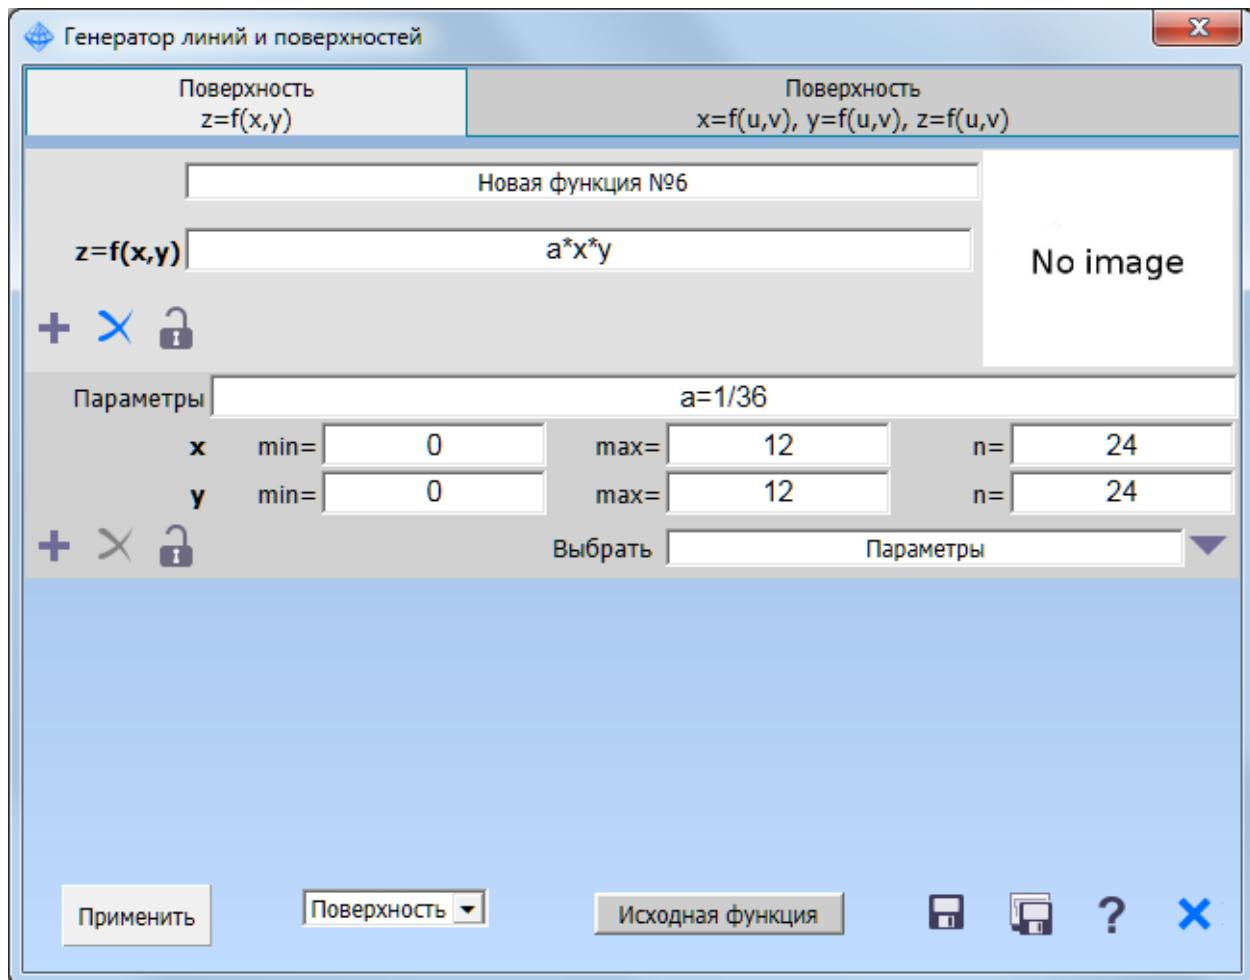

Рис. 2.3. Диалоговое окно Линии и поверхности
- В диалоговом окне введите следующие значения в полях (рис.2.3):